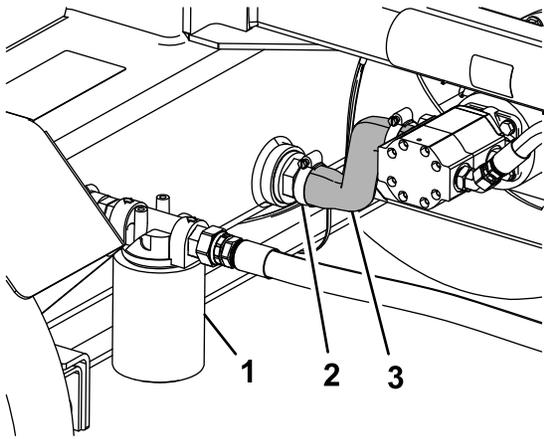

Figure 36
- Placez un bac de vidange sous le flexible d'aspiration relié au réservoir (Figure 36).